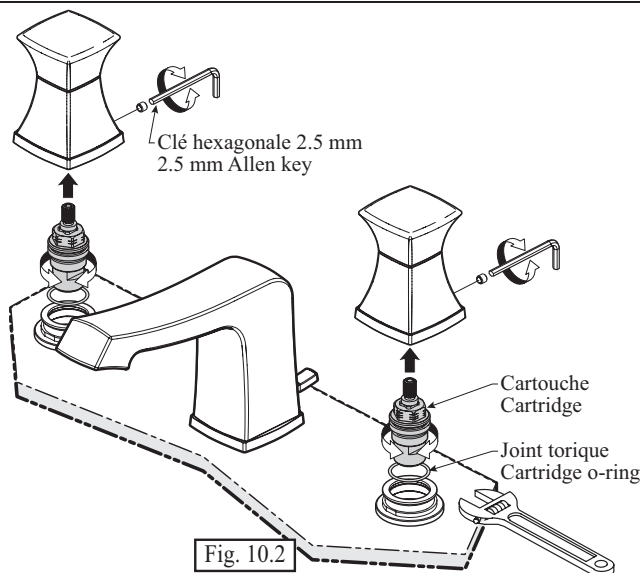

Fig. 10.2
- Nettoyer le **joint torique de la cartouche** ou changer la **cartouche** si elle est endommagée (fig. 10.2).
- Changer la **cartouche** si elle est endommagée (fig. 10.2).
- Clean the **cartridge o-ring** or replace the **cartridge** if damaged (fig. 10.2).
- Replace the **cartridge** if damaged (fig. 10.2).